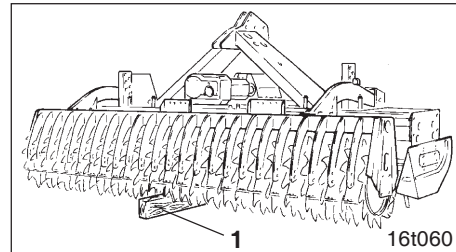

Fig. 11.2
- Bodenbearbeitungsmaschine mit Hilfe der Schlepperhydraulik anheben und die Packerwalze mit vollem Gewicht auf einen in der Mitte der Packerwalze liegenden Holzklötz (Fig. 11.2/1) auflegen. Dadurch erhält der Rahmen der Packerwalze die Durchbiegung, die während der Arbeit auftritt, wenn sich die Bodenbearbeitungsmaschine auf der Packerwalze abstützt.